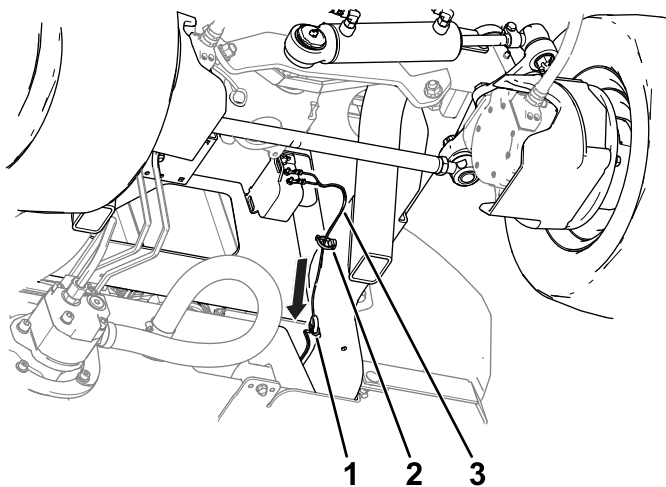

Figura 4
- Utilize uma braçadeira de cabos e um fixador de pressão para prender a cablagem à estrutura da máquina (Figura 4).